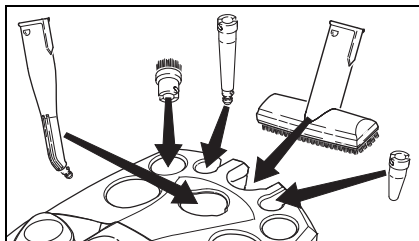

Fig. 1
- ➔ Stikk hånddysen (E1) i den passende tilbehørsholderen (se fig. 1).